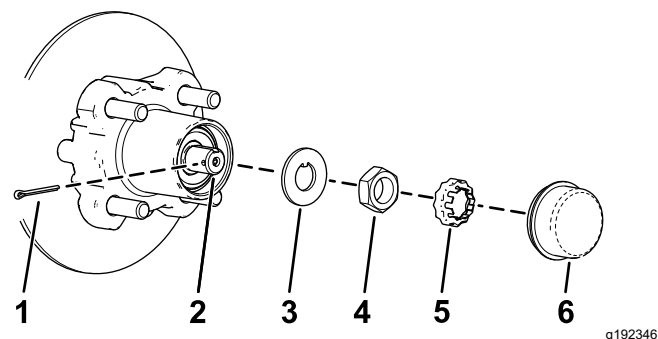
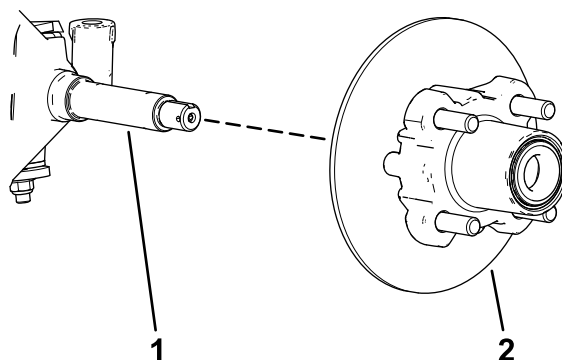

Figure 22
Figure 23
4. Retirez le couvre-moyeu du moyeu (Figure 22).
5. Retirez la goupille fendue et le frein d'écrou de la fusée et de son écrou (Figure 22).
6. Enlevez l'écrou de la fusée, et séparez l'ensemble moyeu et rotor de la fusée (Figure 22 et Figure 23).